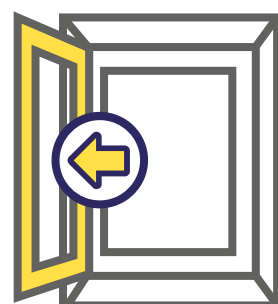

рис.2
5.3. Не допускайте сильного нажима или соударения створки и откоса окна (рис. 2)